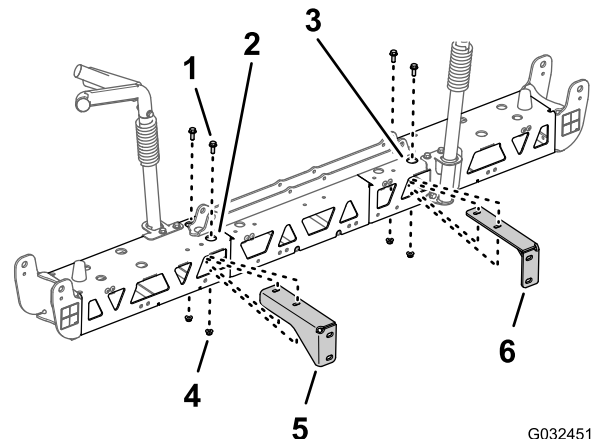

Figure 54
2. Alignez les trous du support droit et les trous du cadre en treillis droit, comme montré à la Figure 54.
3. Montez le support droit sur le cadre en treillis droit (Figure 54) à l'aide des 2 boulons à embase
4. Répétez les opérations 2 et 3 pour le support gauche sur le cadre en treillis gauche (Figure 54).